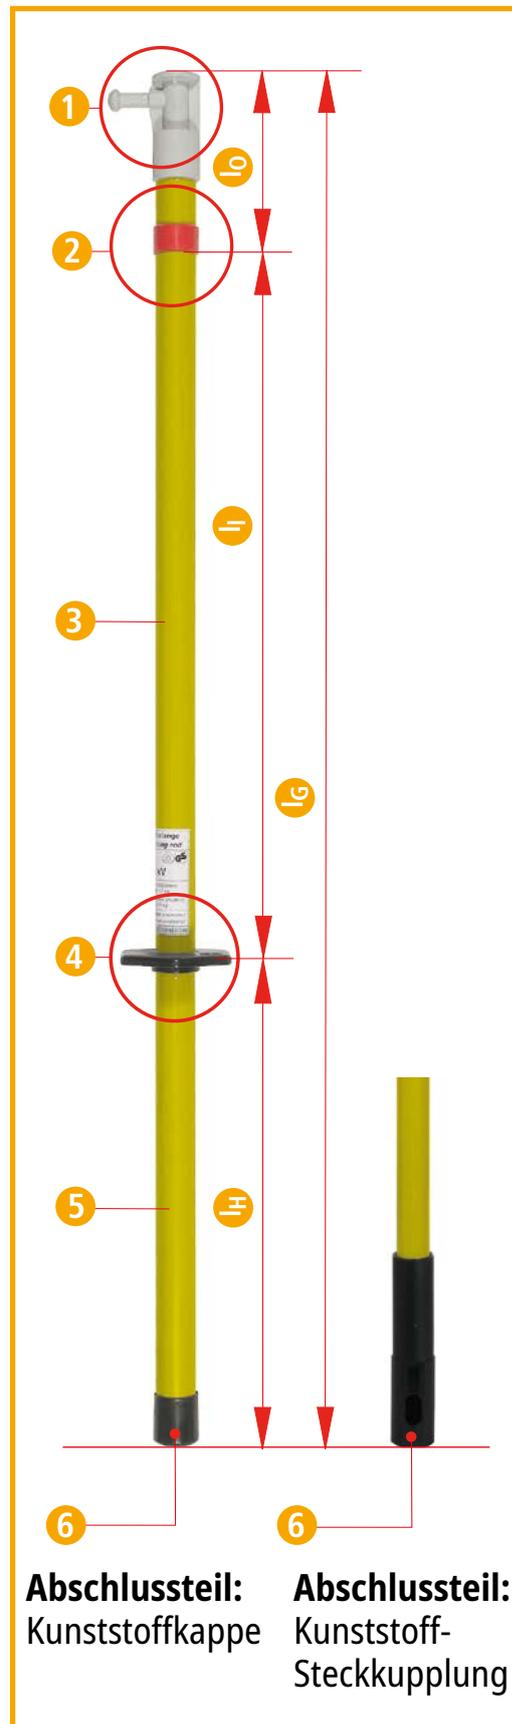
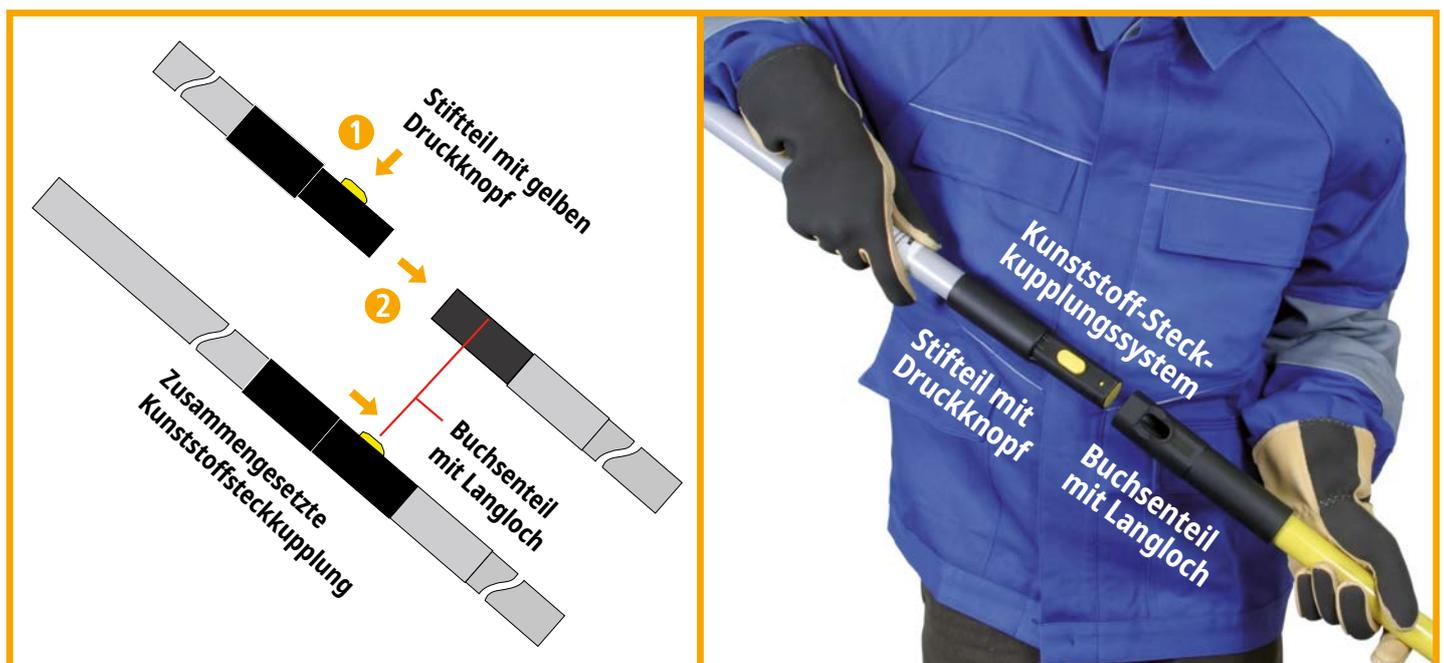

Bild 4
Bild 5
Die Schaltstange SCS... besteht aus Schaltstangenkopf ①, roten Ring ②, Isolierteil ③, Begrenzungsscheibe (Handschutzteller) ④, Handhabe ⑤ und Abschlussteil ⑥ (siehe Bild 4, Seite 8).
Die Schaltstange SCS 36 STK 1000 ist am unteren Ende des Abschlussteiles mit einer Kunststoff-Steckkupplung zur Handhaber Verlängerung ausgerüstet (siehe Bild 4, Seite 8 und siehe Bild 5, Seite 9).